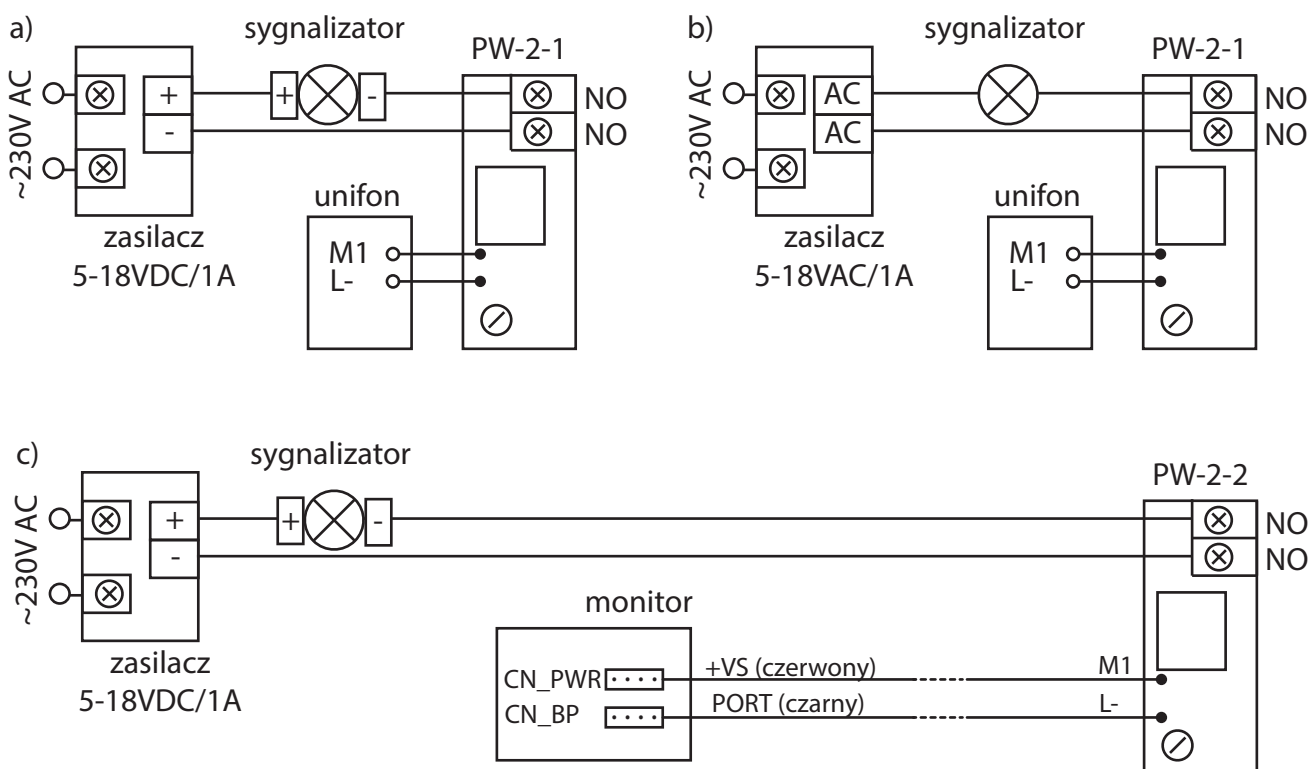

Rys. 1 Podłączenie modułu PW-2-1 do płytek w unifonach LM-8 i LY-8. W unifonach LY-8 stosowane są dwie wersje płytek (4P2011E i P2011G).
- Przewody w module oznaczone jako M1 i L- przylutować do płytki unifonu w miejscach pokazanych na rys. 1.